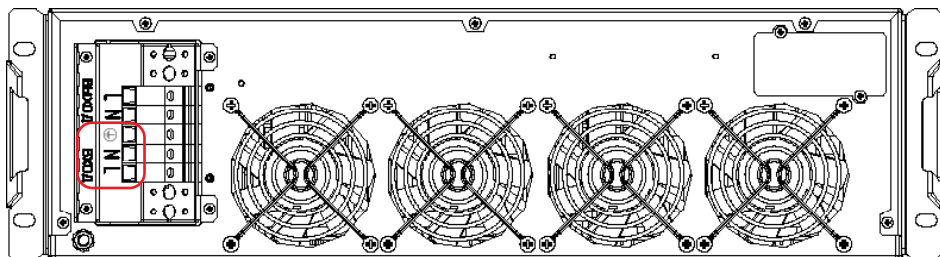

Рисунок 24. Стабилизаторы Штиль IS8000RT и IS10000RT. Выводы «Вход $\perp$ -N-L»
- у моделей IS8000RT и IS10000RT с помощью выводов «Вход $\oplus$ -N-L» (**рисунок 24**).